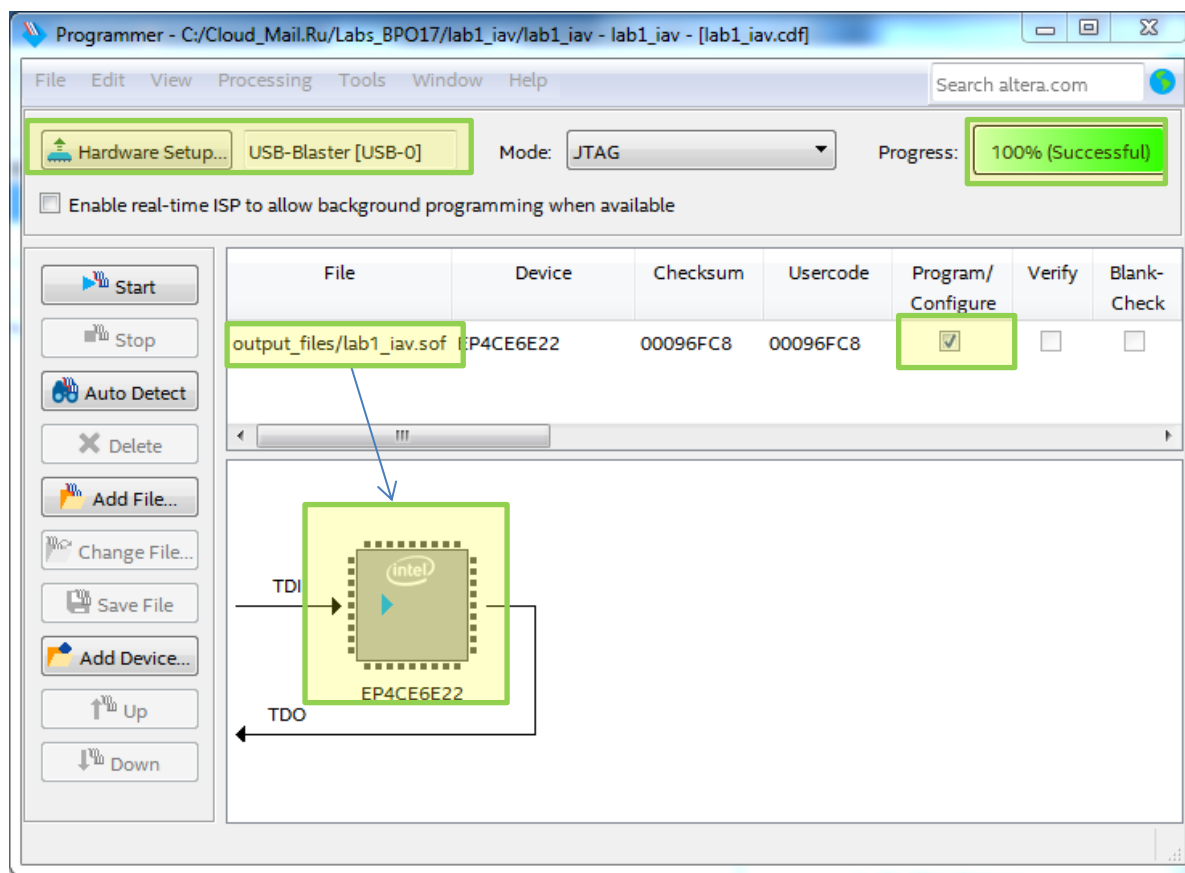

Рис.38 Окно программатора
9.3. Откройте окно программатора **Programmer** из окна **Tasks (Program Device)** или кнопкой  или **Tools->Programmer** (рис. 38).